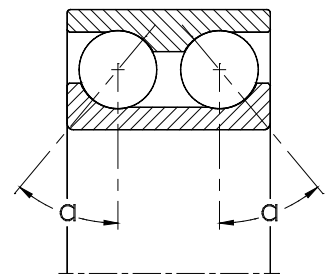

Abb. 2.4
**Zweireihige Schrägkugellager** (Abb. 2.4) entsprechen in ihrem Innenaufbau zwei einreihigen Schrägkugellagern in O-Anordnung, weisen aber eine geringere Baubreite auf. Sie ergeben sehr starre Lagerungen und eignen sich zur Übertragung kombinierter Belastungen, können aber auch Kippmomente gut aufnehmen. (Zweireihige Schrägkugellager mit Stahlblechkäfig weisen auf einer Seite Füllnuten auf und sind daher auf dieser Seite weniger zur Axiallastaufnahme geeignet).